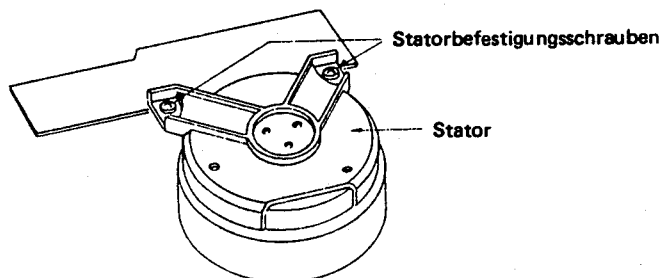

Abb. 2-33
- Die Statorbefestigungsschrauben entsprechend Abb. 2-33 lösen und Stator ausbauen.